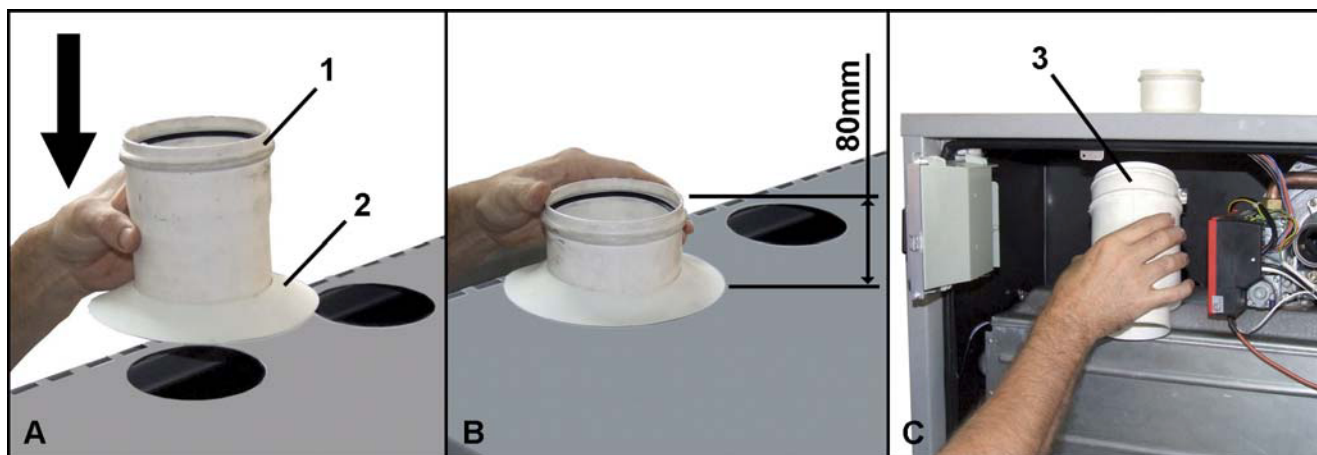

fig. 27
- B Rispettare la quota indicata nel riquadro "B" di fig. 27. Tale quota deve essere aumentata di 5 mm ad ogni modulo aggiunto.